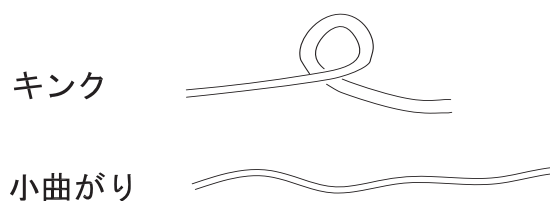

図 18
- 固定線の巻物をほどく際にキンク、小曲がりが生じないようにしてください。(図 18 参照) また、固定線の緩みを直すため、固定線の途中をねじらないでください。固定線に傷、錆がないことも確認してください。断線の原因になります